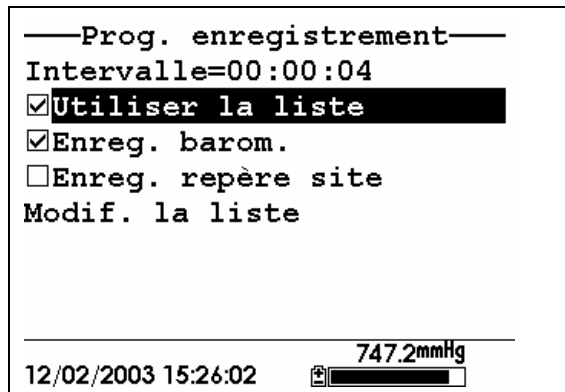

Figure 9.6 Ecran paramétrage de l'enregistrement
3. Appuyez sur la touche **Entrée**. Une marque est alors entrée dans la boite à côté du choix Utiliser la liste de site *et* deux nouvelles entrées apparaissent dans l'écran paramétrage de l'enregistrement. Reportez vous à la Figure 9.6 Ecran paramétrage de l'enregistrement.
2. Utilisez les touches à flèches pour positionner le curseur sur le choix **Modifier une liste de site**. Reportez vous à la Figure 9.6 Ecran paramétrage de l'enregistrement.